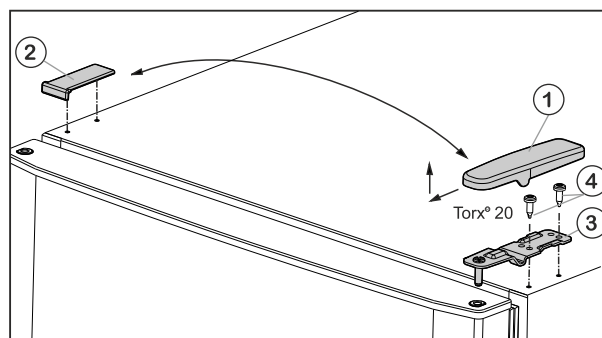

Fig. 5
- ▶ Előre és felfele húzza le a fedelet Fig. 5 (1).
- ▶ Emelje le a fedelet Fig. 5 (2).
- ▶ Csavarozza le az *Fig. 5 (3)* felső csapágybakját (2 x Torx® 20) *Fig. 5 (4)*, és felfele húzza le.
- ▶ A középső csapágybakot (13) 180°-kal elfordítva csavarozza be az alsó ajtóba rögzítőcsavarokkal (11) (2 db Torx® 25) **erősen (4 Nm-es nyomatékkal)** az új csuklópánt oldalára.
- ▶ Helyezze vissza a műanyag alátéteket (10).
- ▶ A felső ajtót helyezze a középső csapágybakra (13).
- ▶ A felső csapágybakot *Fig. 5 (3)* helyezze a csuklópánt új oldalán az ajtóba.
- ▶ A felső csapágybakot **erősen (4 Nm-es nyomatékkal)** csavarozza fel – (2 db Torx® 20) *Fig. 5 (4)*. Adott esetben használjon akkus csavarhúzót.
- ▶ A fedelet *Fig. 5 (1)* kívülről helyezze fel az ellenkező oldalra és pattintsa be.
- ▶ A fedelet *Fig. 5 (2)* mindig felülről helyezze fel az ellenkező oldalra és pattintsa be.